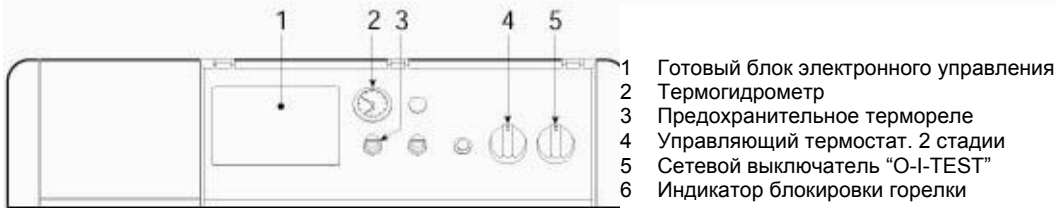

Рис. 1
При кратком нерабочем периоде просто поверните выключатель **5** (Рис.1) на панели управления в положение "0". При длительном нерабочем периоде наряду с этим должен быть закрыт вентиль (кран) подачи топлива. При длительном нерабочем периоде в зимний период, во избежание замерзания системы, добавьте в систему специальный антифриз или полностью осушите систему.
a – Блокировка горелки, сигнализируемая соответствующей лампочкой **6** (Рис.1). Смотрите инструкция к горелке.
- 2 Установите термостат 4 (Рис. 1) на требуемую величину.
- 3 Включите выключатель выше котла и выключатель 5 панели управления (Рис. 1)